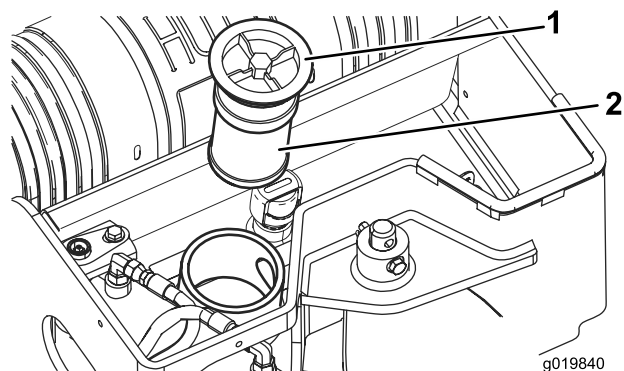

Figura 59
5. Limpie la zona alrededor del cuello de llenado del depósito de aceite hidráulico, y retire el tapón y el filtro del cuello de llenado usando una llave de tubo (Figura 59).